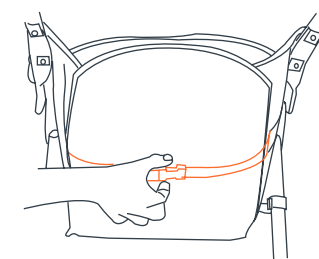
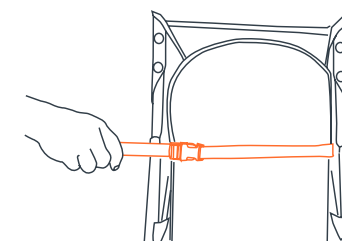

Fig. 15a
Fig. 15b
- 15)** • El asiento posee múltiples posiciones de inclinación que se controlan mediante un sistema de correa y hebilla ubicado detrás del asiento (Fig. 15a). Para reclinar el asiento, suelte la correa por la hebilla y ajústela hasta lograr la posición de inclinación necesaria (Fig. 15b). Para colocar el respaldo en una posición más erguida, empujelo hacia arriba con una mano mientras tira de la correa por la hebilla con la otra. La correa se trabará automáticamente.